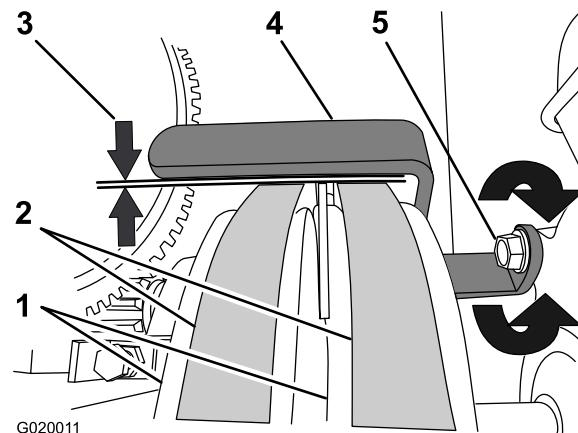

Figure 59
- Vérifiez que le guide et les courroies sont espacés de 2,5 à 4 mm (3/32 à 5/32 po); voir Figure 59.
A. Desserrez le boulon qui fixe le guide-courroies au moteur (Figure 59).
- B. Tournez le guide-courroie vers le haut ou le bas jusqu'à ce que vous obteniez un écartement de 2,5 à 4 mm (3/32 à 5/32 po) entre le guide et chaque courroie (Figure 59).
- C. Resserrez le boulon qui fixe le guide-courroie au moteur (Figure 59).